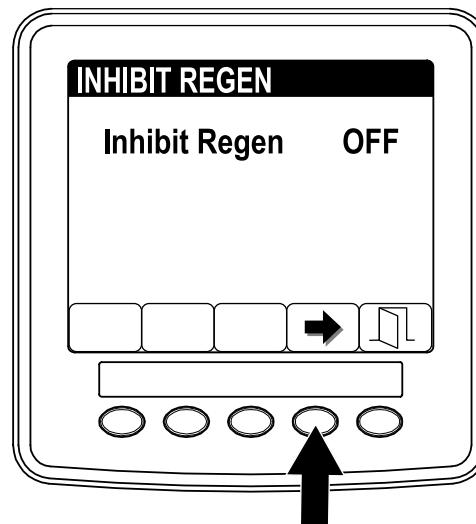

Figure 44
- Appuyez sur le bouton 4 pour changer l'option d'interdiction de régénération de On (activée) à Off (désactivée) (Figure 44) ou inversement.